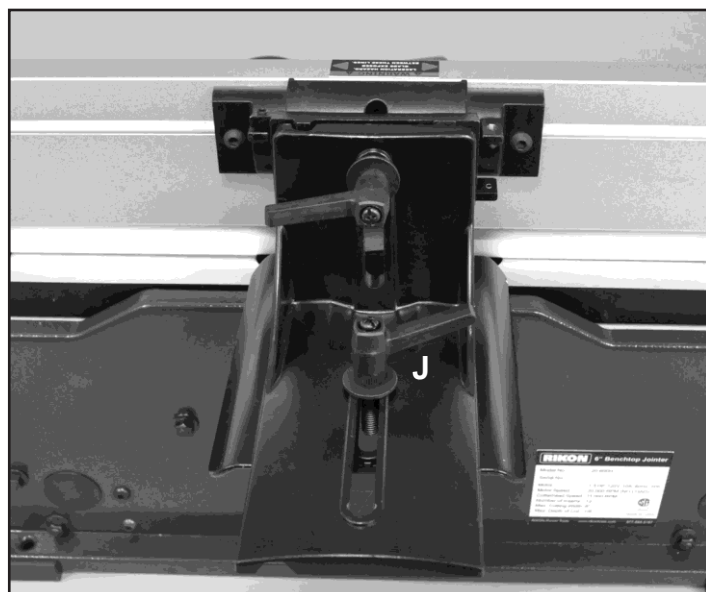

FIG. 4
4. Placez le support coulissant et l'assemblage de clôture sur le support de montage sur le corps de l'jointer. Insérez l'assemblage de levier de verrouillage d'inclinaison (J) avec la rondelle plate (B) en place. FIG. 4.